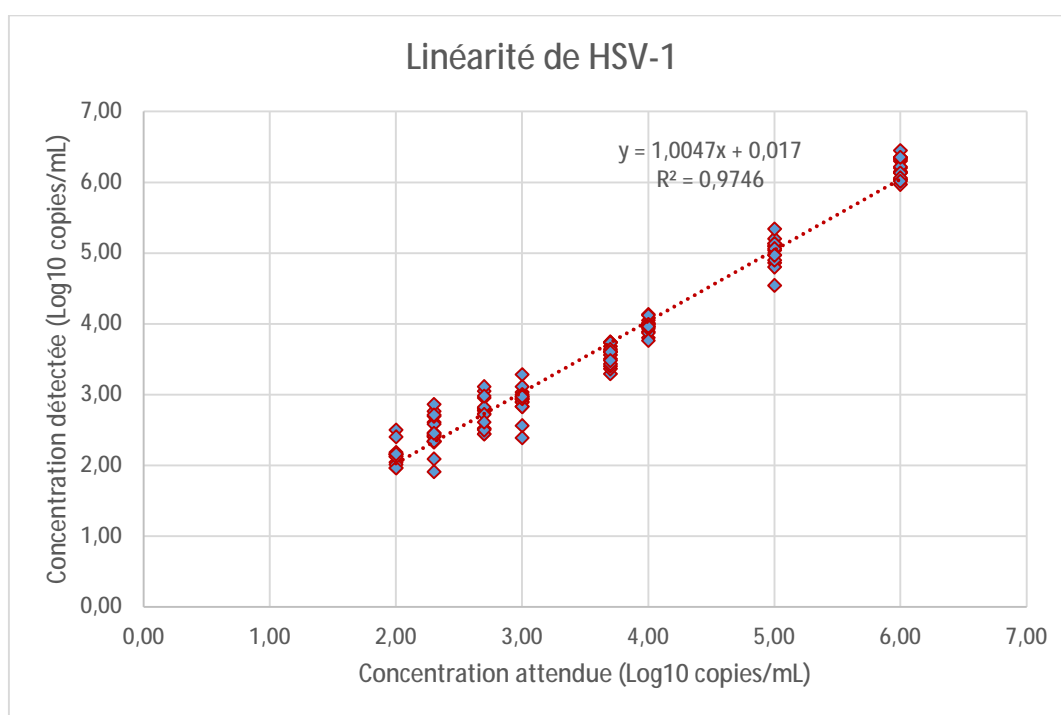

Figure 2 : Linéarité du NeuMoDx™ HSV 1/2 Quant Assay pour HSV-1
La linéarité de la NeuMoDx™ HSV 1/2 Quant Test Strip a été établie dans du plasma en préparant une série de dilutions à l'aide du panel de vérification HSV-1 (Exact Diagnostics) et du panel de vérification EDX HSV-2 (Exact Diagnostics). Huit (8) dilutions en série des panels HSV-1/HSV-2, préparées dans du plasma humain négatif au HSV-1/HSV-2, ont été créées pour couvrir une plage de concentration de 6–2 log10 copies/mL. Les concentrations d'essai HSV-1/HSV-2 rapportées par le NeuMoDx™ System par rapport aux valeurs attendues sont présentées dans les Figures 2 et 3.